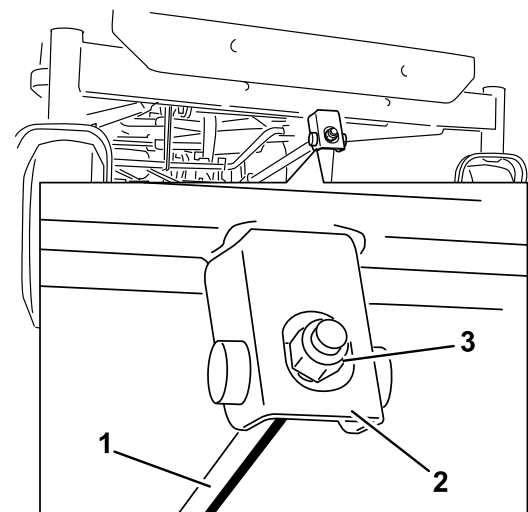

Figure 55
- 6. Pour régler l'inclinaison avant/arrière des lames, tournez l'écrou de réglage à l'avant du tablier de coupe (Figure 55).